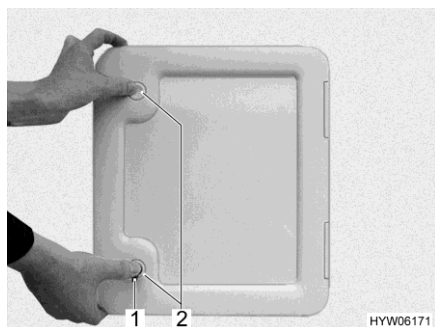

Fig. 289 Portillon pour le réservoir pour matières fécales
- Ouvrir le portillon pour le réservoir pour matières fécales à l'extérieur du véhicule. Insérer pour cela la clé dans le barillet du verrou de pression (Fig. 289,1, Fig. 290,1 ou Fig. 291,1) et la tourner d'un quart de tour.
- Si existant : Appuyer du pouce et simultanément sur les deux verrous de pression (Fig. 289,2 ou Fig. 291,2) et ouvrir le portillon.